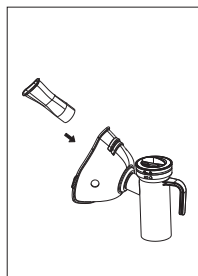

Рисунок 6.
- Присоедините мундштук или маску к патрубку чашки ингалятора (Рисунок 6).